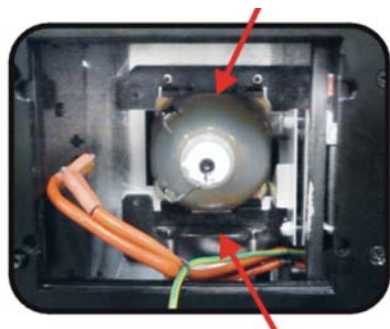

Figure 2
- 2 - Tirez doucement ce dernier vers l'arrière. Retirez les deux câbles qui alimentent la lampe (a). Libérez la lampe en retirant le système de fixation repéré par les 2 flèches rouges de la figure 2.